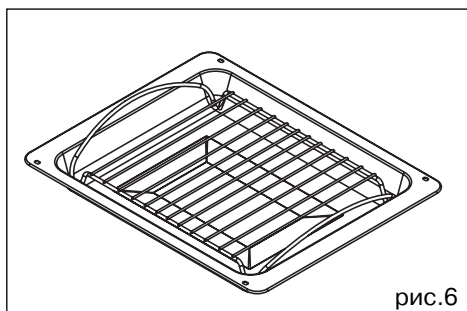

рис. 6
• **Глубокий многофункциональный противень 45 мм со специальной опорной решёткой для гриля (рис. 6).**